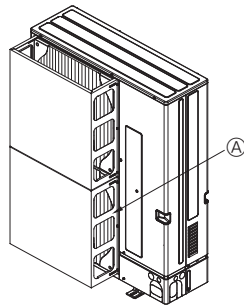

Fig. 2-4
- ② Instale uma guia de ar opcional se a unidade estiver instalada num local sujeito a fortes ventos, que podem entrar directamente na saída de ar. (Fig. 2-4)